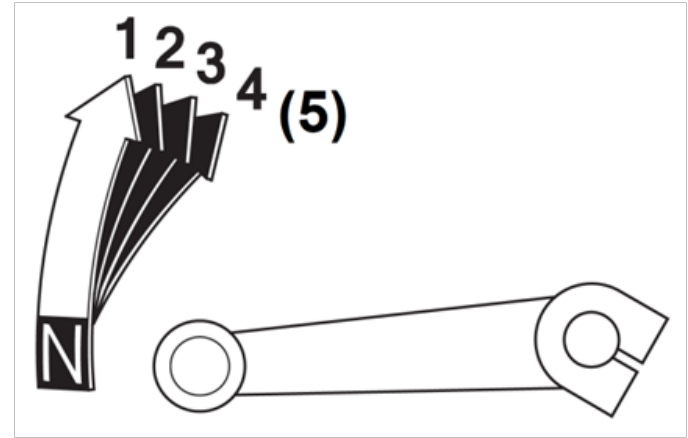

Рисунок 3.4. Положение рычага передачи.
3. Включите нейтральную передачу в положение N (рис. 3.4).
2. Не используйте рычаг подсоса (обогапителя топливной смеси) 1 (фото 3.2). Включите нейтральную передачу в положение N (рис. 3.4).
3. Включите нейтральную передачу в положение N (рис. 3.4). Выжмите рычаг сцепления 8.
1. Включите нейтральную передачу в положение N (рис. 3.4).